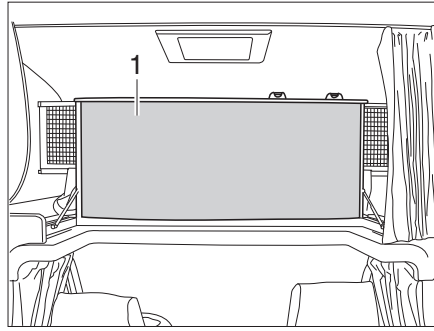

Fig. 98 Lit de capucine, rabattu vers le haut
- Rabattre vers le haut le lit de capucine (Fig. 98,1). Le lit de capucine est maintenu en position verticale par des ressorts à pression de gaz.